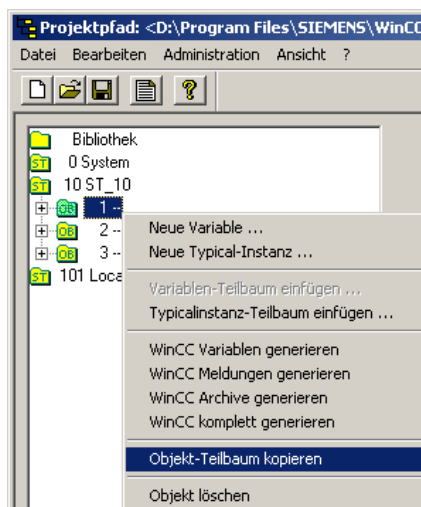
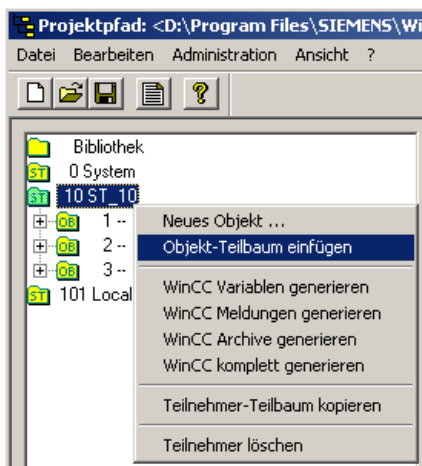

Bild 4-56 Fenster *ST7cc Config*
Bild 4-57 Fenster ST7cc Config
Mit den Funktionen Kopieren und Einfügen von *Objekt-Teilbäumen* (siehe Bild 4-56 und Bild 4-57) können Sie eine Dekodierung oder Objektvorlage kopieren und als neue Dekodierung für ein SINAUT-Objekt einfügen.
1. Selektieren Sie mit der rechten Maustaste das zu kopierende Objekt (Dekodierung, Objektvorlage) und öffnen Sie das Auswahlnenü (siehe Bild 4-56).
3. Selektieren Sie danach mit der rechten Maustaste den Teilnehmer, unter dem Sie die Kopie einfügen wollen, und öffnen Sie das Auswahlnenü (siehe Bild 4-57).